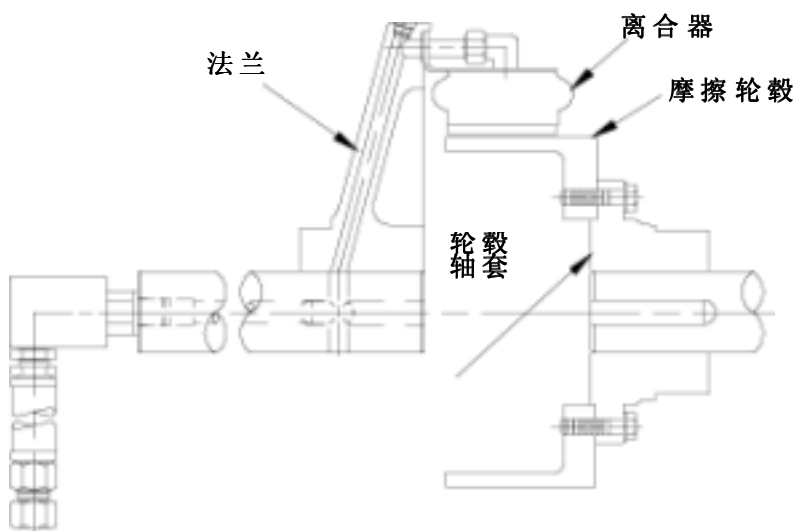

图 2
2.1.1 图 2 显示了间隙安装方式。按照这种方式，离合器安装在一个法兰上，而法兰则通常装于驱动轴上，轮毂安装在轮毂轴套上，轮毂轴套则通常装于被驱动轴上，两轴之间的间隙使拆卸离合器和轮毂时不会干扰任一轴。